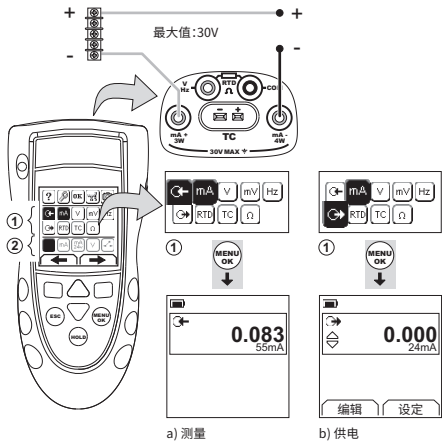
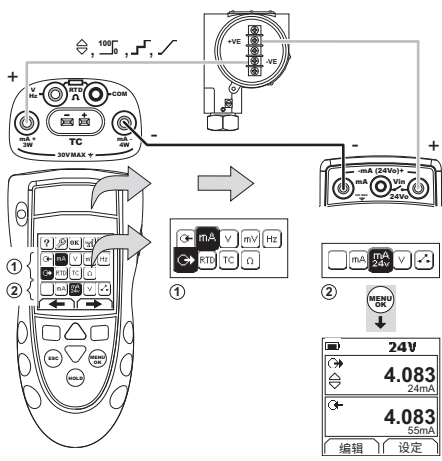
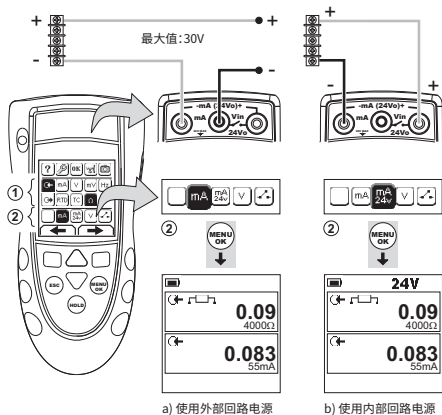

图 1：示例配置 - 使用外部回路电源测量/供电电流（mA）（区域 ①）
图 2：示例配置 - 使用内部回路电源供电电流（mA）（区域 ①）
图 3：示例配置 - 测量电流 (mA) (双重化功能，区域 ②)
1. 连接设备（图 1、图 2 或 图 3），如果有必要，请调整设置（表 1）。